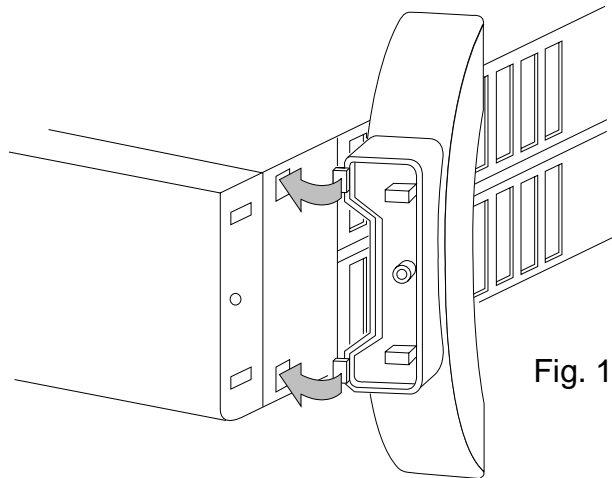

Fig. 1
- Insert the anchor pins into the slots and turn the foot until it clicks into position (fig. 1).
- Introduire les crochets dans les trous et tourner le pied jusqu'à ce qu'il s'accroche. (fig. 1)